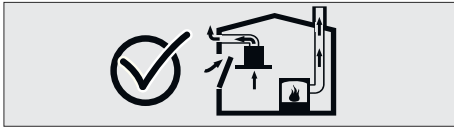

Рис. 3
- Тому дуже важливо завжди мати належний приток свіжого повітря. Рис. 3